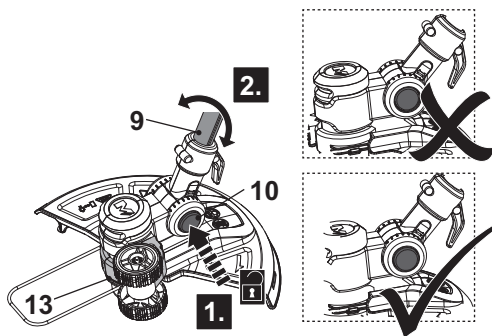

Fig. 12
1. Appuyez sur le bouton de déverrouillage (10) et maintenez-le dans cette position.
2. Déplacez la barre inférieure (9) légèrement vers le haut ou vers le bas (Fig. 12).
3. Relâchez le bouton de déverrouillage (10) et continuez à déplacer la barre inférieure (9) jusqu'à ce qu'elle s'enclenche bien.